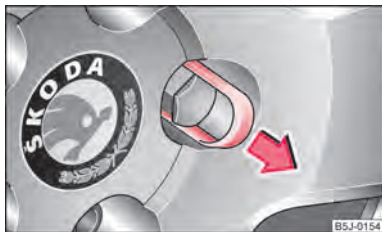

Fig. 141 Înlocuirea roții: Scoaterea capacului prezoanelor de roată
- Trageți capacul cu **brida din material plastic** ⇒ fig. 141.